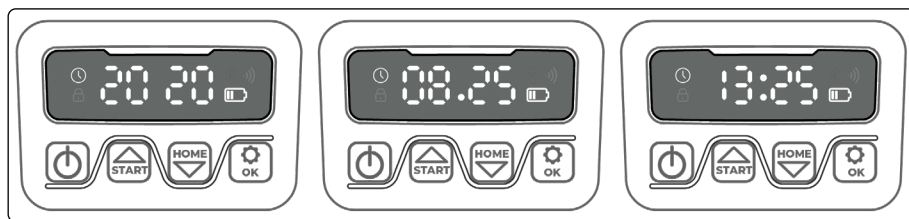

Рис. 30
9.4 Установка года, даты и времени (Рис. 30)